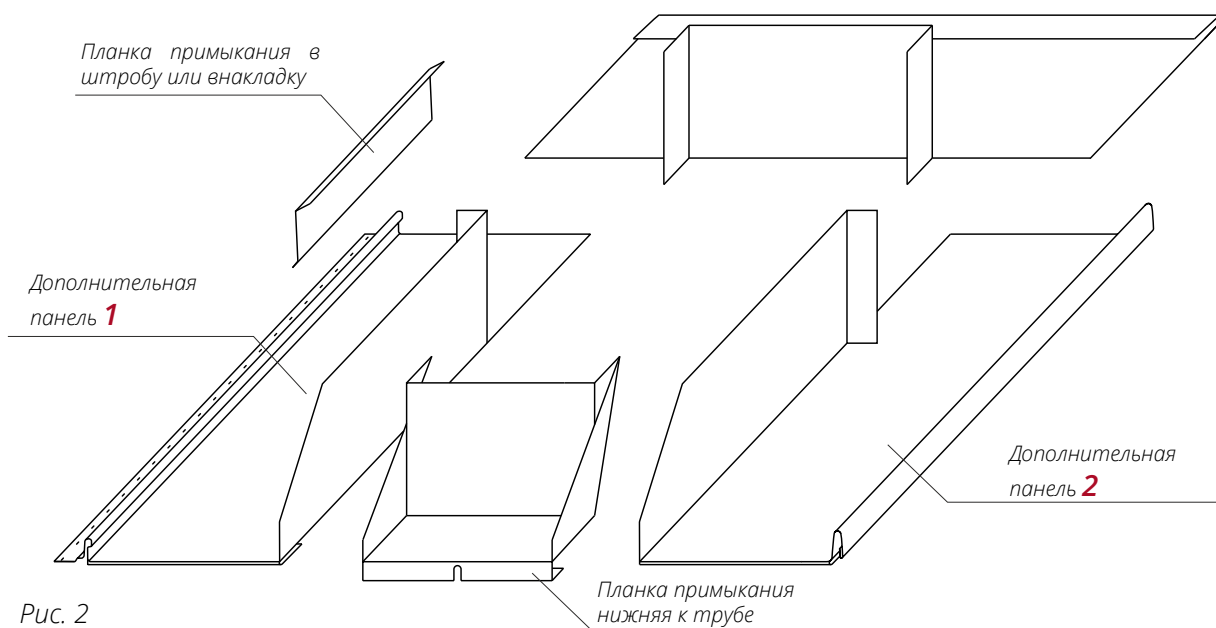

Рис. 2
Для данного варианта обхода используются: Планка примыкание верхнее к трубе, Планка примыкание нижнее к трубе, 2 дополнительные панели длиной равной длине трубы по скату + 425-475мм. (рис. 2). Перечисленные элементы не должны быть жестко закреплены к трубе. Для обеспечения герметичного примыкания к трубе используйте Планку примыкания в штробу или внакладку.
- В верхней части заготовки срежьте лишний металл согласно рис. 2, сделайте загиб 30 мм (загиб позволит отвести воду от точки нахлеста);